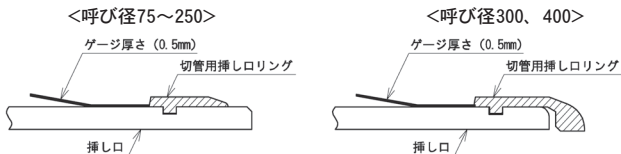

図77 挿し口外面からの浮き量チェック
- ③ 切管用挿しロリングが浮き上がっていないことを、切管用挿しロリングと挿し口外面との間に0.5mmの隙間ゲージが全周にわたって入らないことにより確認する(図77)。ゲージが入る場合はシャコ万力を取り外し②の作業を再度行う。
⑥ 全てのシャコ万力を取り外す。
⑦ 再度、切管用挿しロリングが浮いていないことを、切管用挿しロリングと挿し口外面との間に0.5mmの隙間ゲージが全周にわたって入らないことにより確認する(図77参照)。